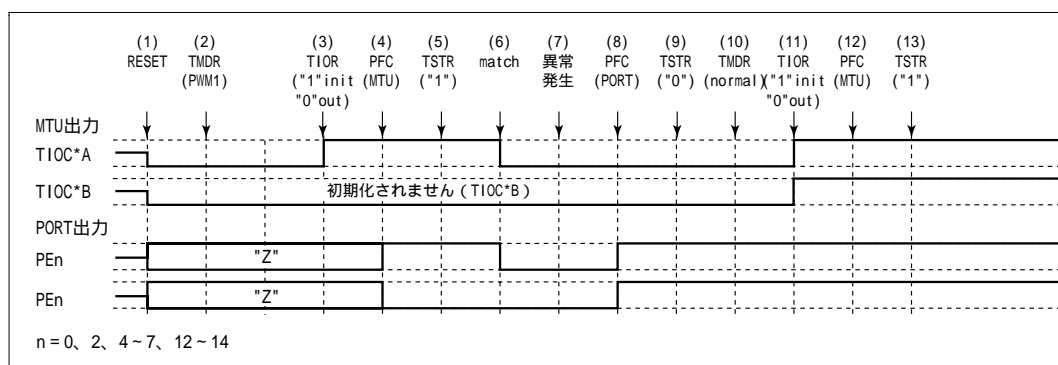

図 8.52 PWMモード1で異常が発生し、ノーマルモードで復帰する場合
PWMモード1で異常が発生し、再設定後ノーマルモードで再スタートする場合の説明図を図8.52に示します。
(1) ~ (9) は図 8.52 と共通です。
(10) PWMモード1で再スタートする場合には必要ありません。
(11) TIORで端子を初期化してください(PWMモード1ではTIOC*B側は初期化されません)。
(12) PFCでMTU出力としてください。
(13) TSTRで再スタートします。
(10) PWMモード2を設定します。
(11) TIORで端子を初期化してください(PWMモード2では周期レジスタの端子は初期化されません)。